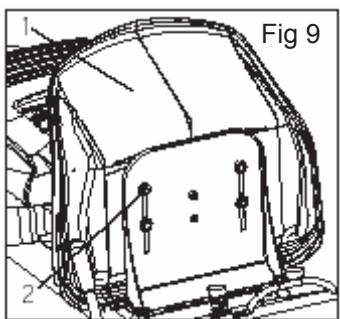

Fig 9
1. Soulevez le fond du siège (3) et mettez-le en position verticale. (Fig 9)
4. Une fois que le siège est en place, fixez-le en posant les 4 x boulons (2).